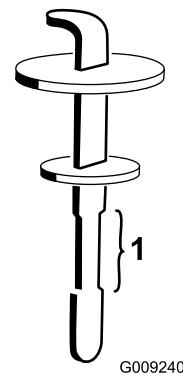

Figure 87
4. Dévissez la jauge du goulet de remplissage et essuyez-la sur un chiffon propre. Réinsérez la jauge dans le goulet de remplissage, sortez-la de nouveau et vérifiez le niveau de liquide. Il doit se situer dans la plage de fonctionnement acceptable indiquée sur la jauge (Figure 87).